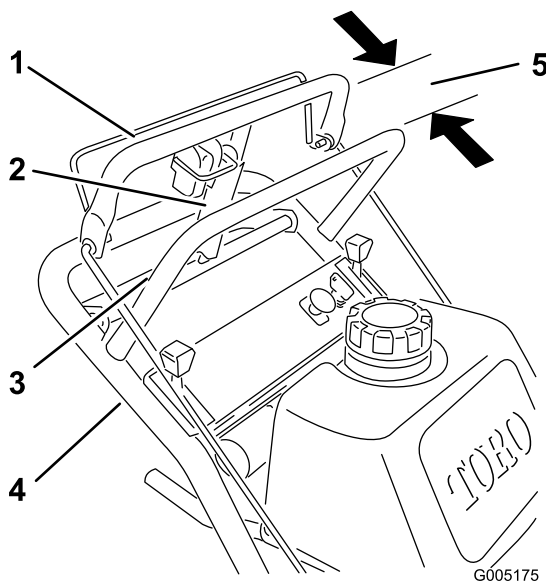

Figura 34
1. Compruebe el espacio entre la barra de control superior y la barra fija con la transmisión de las ruedas totalmente engranada. El espacio debe tener aproximadamente de 25 a 32 mm (Figura 34).